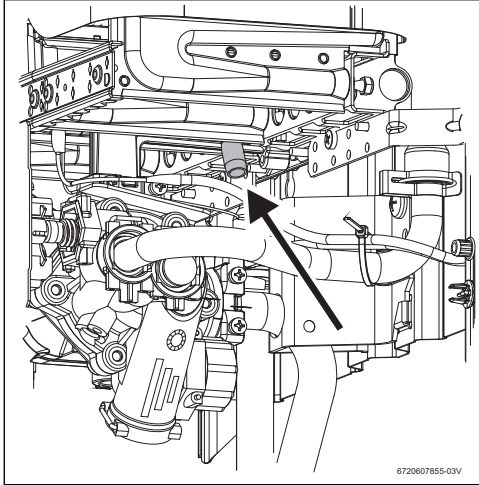

Fig. 13 Vue de pression
- Dévisser la vis de pression (fig. 13).